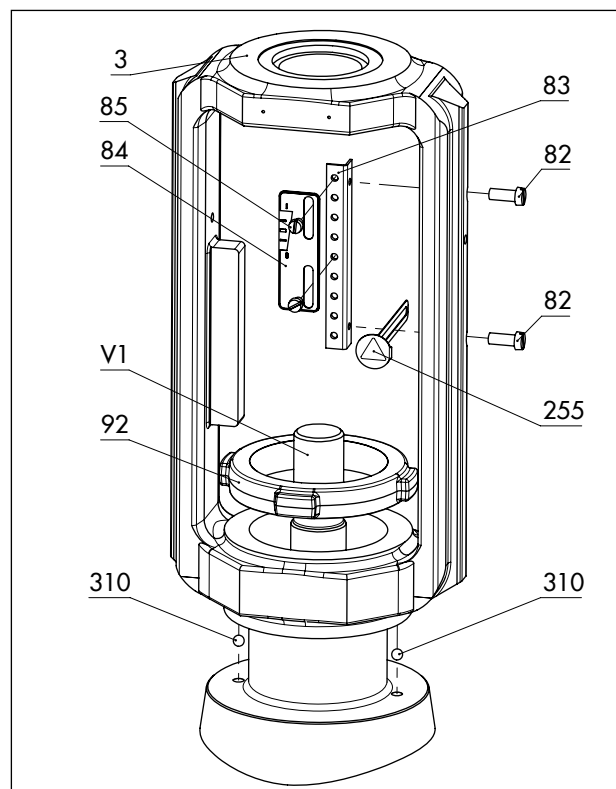
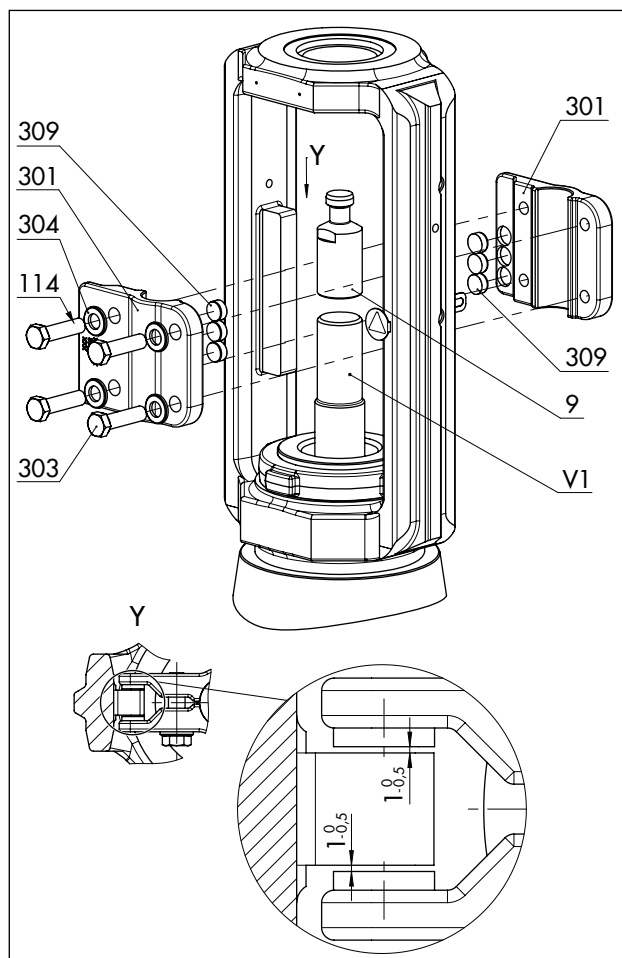

Fig. 14: Översikt över okenheten med slagindikatorskala i standardversionen.
Fig. 15: Översikt över antirotationsfästenheten i standardversionen
Se Fig. 14 och Fig. 15
- Att det finns ett nominellt spel på 0,5 till 1 mm mellan glidbrickorna och deras kontaktyta på oket på varje sida (se detaljerad vy Y i Fig. 15).